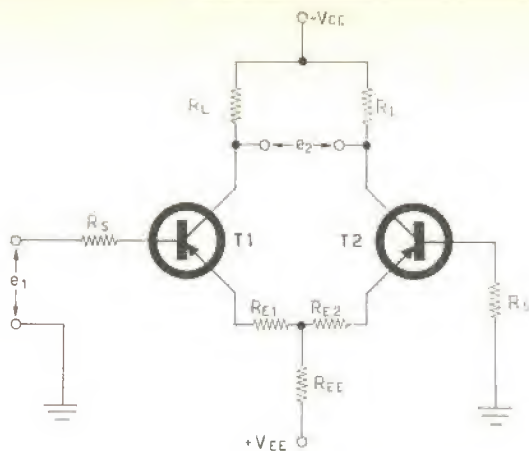

Fig. 4 - Stadio amplificatore differenziale fondamentale.
Consideriamo uno stadio amplificatore differenziale nella sua forma fondamentale data in fig. 4 (bibliografia 4). Siano e_1 ed e_2 le tensioni d'ingresso e d'uscita rispettivamente. Esisterà una relazione che lega queste due
Chiameremo la (3), dato il suo carattere, equazione di equilibrio del circuito di fig. 4. E' necessario quindi che quest'equazione sia sempre verificata a ogni temperatura. Ora osservando il secondo membro della (3) si nota come appaia la differenza $R_{E1} - R_{E2}$, differenza che può essere variata variando le relative resistenze del circuito reale.
Per tutti questi circuiti (di cui il fondamentale è stato dato in fig. 4) il guadagno in tensione è il fattore K che compare nelle equazioni (1) e (2) e di cui si riporta per comodità l'espressione in funzione degli elementi del circuito:
K è quindi il guadagno numerico in tensione dei circuiti di fig. 4, fig. 5 e fig. 6 e per passare al guadagno in tensione espresso in decibel si userà la ben nota relazione.